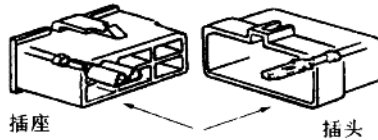

图 1-5 插头与插座示意图
8. “”表示配线与配线之间的连接器。带插头的配线用箭号(↘)表示,外侧数字表示引脚号码。见图 1-5 示。